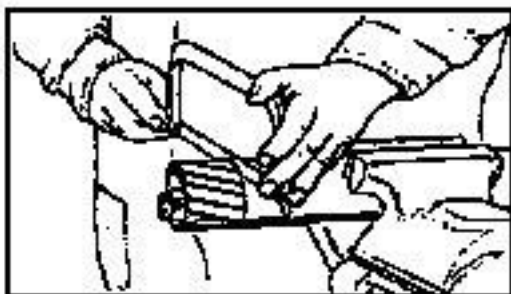

Bild 3: Gelenkwellenschutz abschneiden
5. Schneiden Sie den Gelenkwellenschutz bis zur Markierung ab (siehe Bild 3).